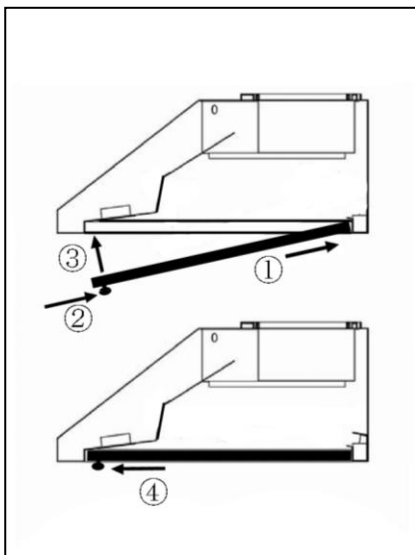

Figura 30
1. Coloque los filtros deflectores debajo de la campana. Consulte la Figura 30.